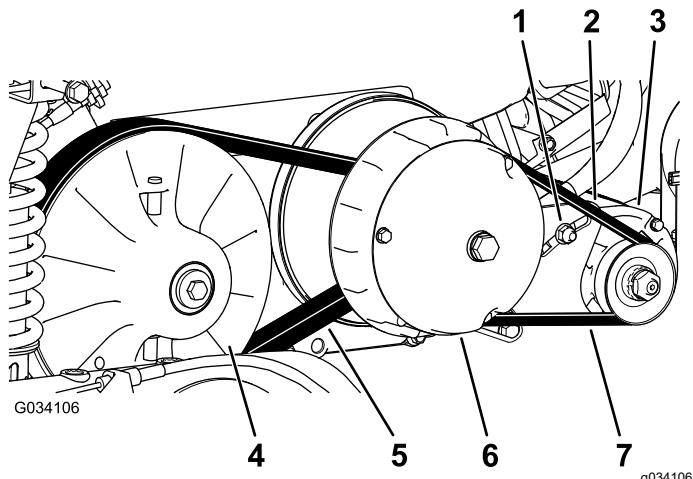

Рисунок 65
6. Проверните и осмотрите ремень (Рисунок 65) на наличие чрезмерного износа или повреждений.
- Поверните и проложите ремень поверх вторичного сцепления (Рисунок 65).
- Снимите ремень с главного сцепления (Рисунок 65).
- Проложите новый ремень поверх главного сцепления (Рисунок 65).
- Ослабьте затяжку регулировочной гайки стартера-генератора (Рисунок 65).
- Нажав на монтировку вниз, поверните стартер вниз в пазу таким образом, чтобы натяжение ремня позволяло отклонять его только на 6 мм при воздействии усилия в 44 Н·м (Рисунок 65).
- Затяните регулировочную гайку от руки и снимите монтировку (Рисунок 65).